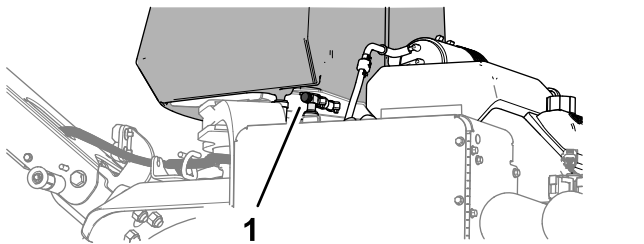

Figure 72
5. Si vous transportez ou remisez la machine, fermez le robinet d'arrivée de carburant (Figure 72).